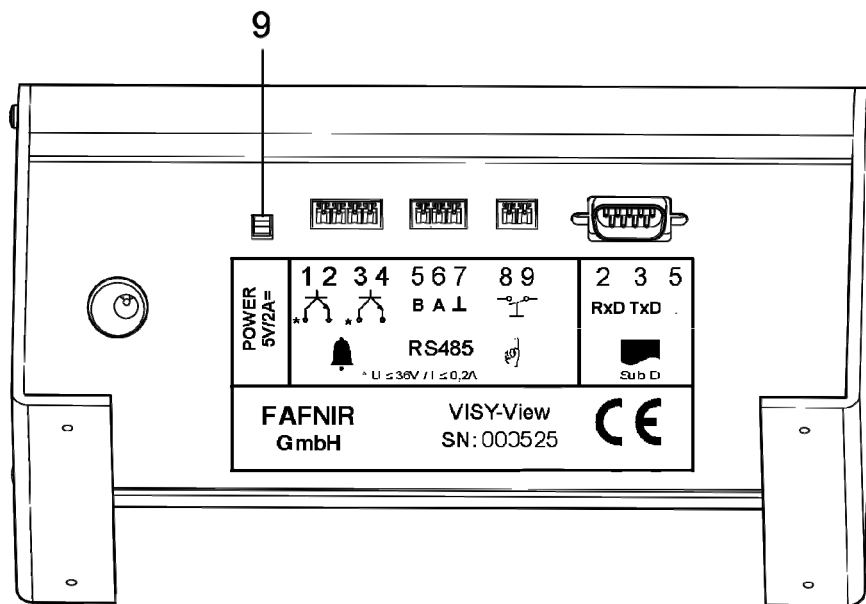

Abbildung 2: VISY-View Rückseite
Auf der Unterseite des Geräts befindet sich der Schalter (9) (siehe Abbildung 2). Nach Installieren und Einschalten des Geräts über den Schalter leuchtet die grüne Power-LED (siehe Abschnitt „Power-LED“ in diesem Kapitel).
Die grüne Power-LED (2) leuchtet, sobald das Gerät an das Netz angeschlossen und über den Schalter (9) eingeschaltet ist (siehe Abbildung 2).
- (7) Schalten Sie das Display VISY-View über den Ein-Aus-Schalter (9) ein (siehe Abbildung 2).